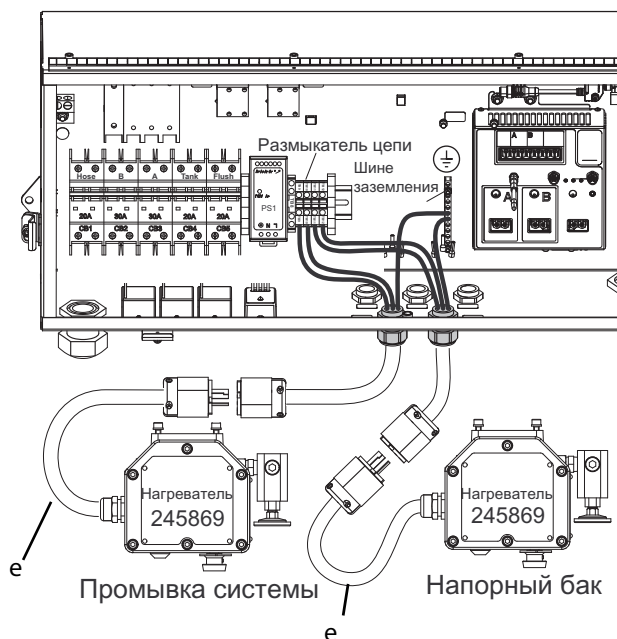

Рис. 16
- е. **Модели для установки в безопасной зоне:** подключите кабели питания нагревателя (е) для нагревателя в баке и нагревателя промывки к клеммным колодкам. См. Рис. 16.